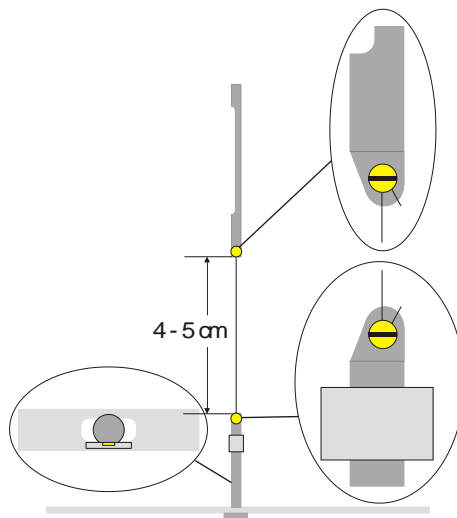

Fig. 3 Representação esquemática do pêndulo de torção (corte à esquerda: travessão de suporte com suspensão inferior, visto desde em cima)
- Aparafusar a suspensão inferior centralmente sobre o travessão de suporte interior. Nisto ter cuidado, que a superfície do espelho esteja paralela para o travessão de suporte (ver Fig. 3).
- Fixar o terminal do fio ao lado da suspensão superior com um pedaço de fita adesiva sobre o papel. Agora colocar o fio em volta do parafuso e apertar o parafuso. Nisto prestar atenção, que o fio não seja dobrado. O fio deveria decorrer o mais centralizado possível entre as duas suspensões (ver Fig. 3).